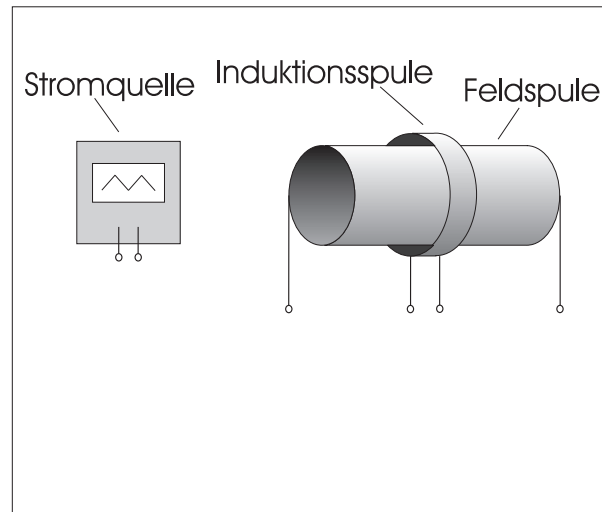

Abbildung IK.1: Aufbau
- Ergänzen Sie die fehlenden Kabel und das Voltmeter sowie das Amperemeter in Abbildung IK.1.
Der Aufbau dieses Versuches ist denkbar einfach (s. Abb. IK.1): Im Prinzip sind nur zwei Spulen nötig: Die erste (die Feldspule) erzeugt ein magnetisches Feld. Diese Spule wird an einen Dreiecksstromgenerator angeschlossen. Er liefert einen Strom, der mit konstanter Geschwindigkeit von 0 A auf 5 A anwächst und wieder abfällt. Diese Geschwindigkeit lässt sich einstellen. Um den Verlauf des Stromes anschauen zu können, müssen Sie in diesem Stromkreis zusätzlich die Stromstärke messen!